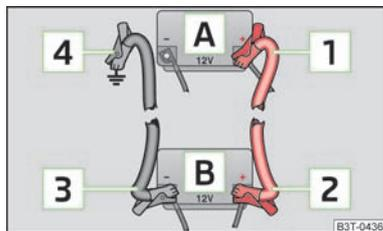

Fig. 135
- > Fixez une extrémité **1** » fig. 135 sur le pôle positif de la batterie déchargée **A**.
- > Fixez une extrémité **3** » fig. 135 sur le pôle négatif de la batterie fournissant le courant **B**.